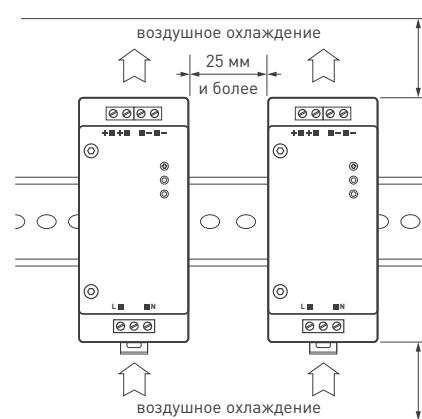

Рис. 2. Рекомендуемое размещение источника питания и обеспечение циркуляции воздуха
- 4.2. Для соблюдения температурного режима работы обеспечьте свободное пространство вокруг источников питания [см. рис. 2]. При необходимости используйте принудительную вентиляцию.